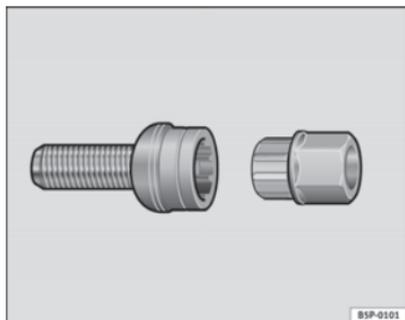

Fig. 136 Boulons de roue antivol
- Introduisez l'adaptateur au maximum dans le boulon antivol de la roue ⇒ fig. 136.